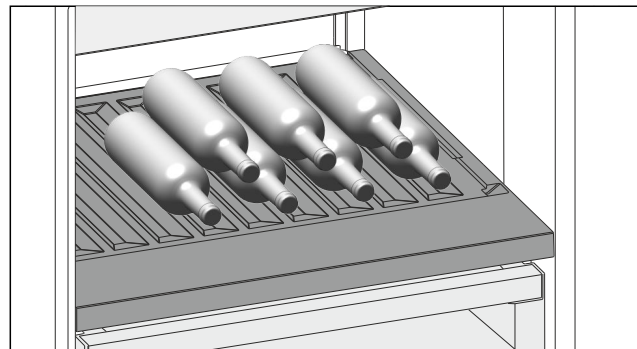

Fig. 97
- ▶ Flessen met de bodem naar achteren tegen de achterwand plaatsen. (zie Fig. 97)